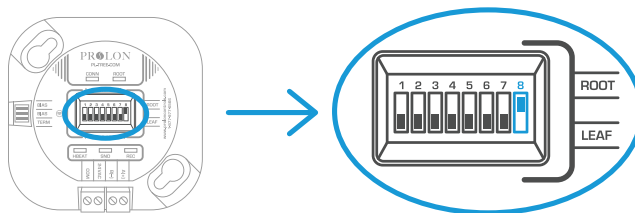

Figure 2
- 3c) Les micro interrupteurs du PL-TREE-COM ne doivent pas être confondus avec ceux requis à la création de l'adresse Modbus des régulateurs Prolon. Ils servent seulement à l'identification du canal de communication sans fil. (Figure 2)
- 4a) La sélection « RACINE / FEUILLE » s'effectue à l'aide du micro interrupteur #8. (Figure 2)